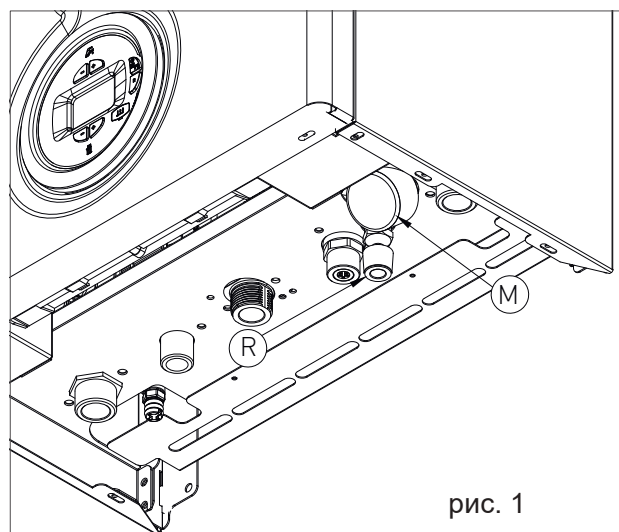
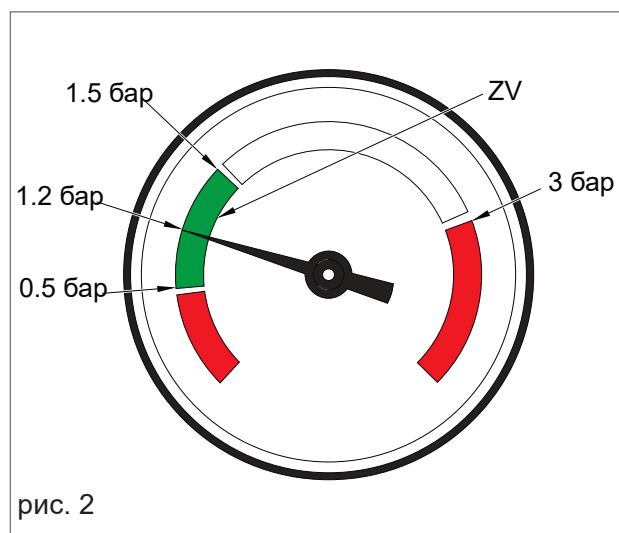

рис. 1
рис. 2
4. ИНДИКАТОР НАЛИЧИЯ ПЛАМЕНИ/ ТАКЖЕ ПРЕДСТАВЛЯЕТ СОБОЙ ТРЁХСТУПЕНЧАТУЮ ШКАЛУ, ОТОБРАЖАЮЩУЮ ИЗМЕНЕНИЕ УРОВНЯ МОЩНОСТИ НАГРЕВА КОТЛА (РИС.2). ПЕРЕКРЕСТНОЕ ПЛАМЯ (МИГАЮЩЕЕ) УКАЗЫВАЕТ НА НАЛИЧИЕ БЛОКИРОВКИ НЕИСПРАВНОСТИ, ТРЕБУЕТСЯ СБРОС;
Для восстановления давления воды внутри системы, откройте кран для заполнения «R» (рис. 1) и с помощью манометра «М» убедитесь, что значение давления системы достигает средней части зеленой зоны 'ZV' (которая соответствует 1,2 бар, см. рис. 2).
Затем надёжно закройте кран для заполнения «R» (рис. 1).